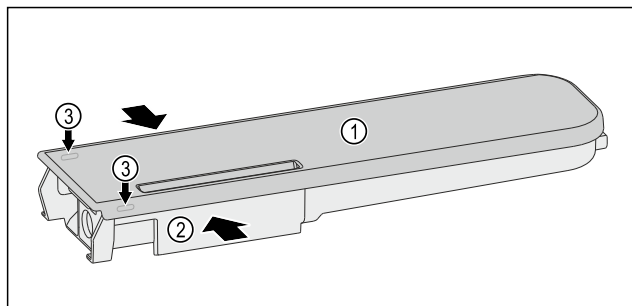

Fig. 195
- ▶ Stlačte nádrž na vodu Fig. 195 (2) k sobě a víko Fig. 195 (1) opatrně vypáče přes západky Fig. 195 (3) a vytáhněte nahoru.
- ▶ Víkem Fig. 195 (1) pohybujte lehce tam a zpět a sejměte jej nahoru.